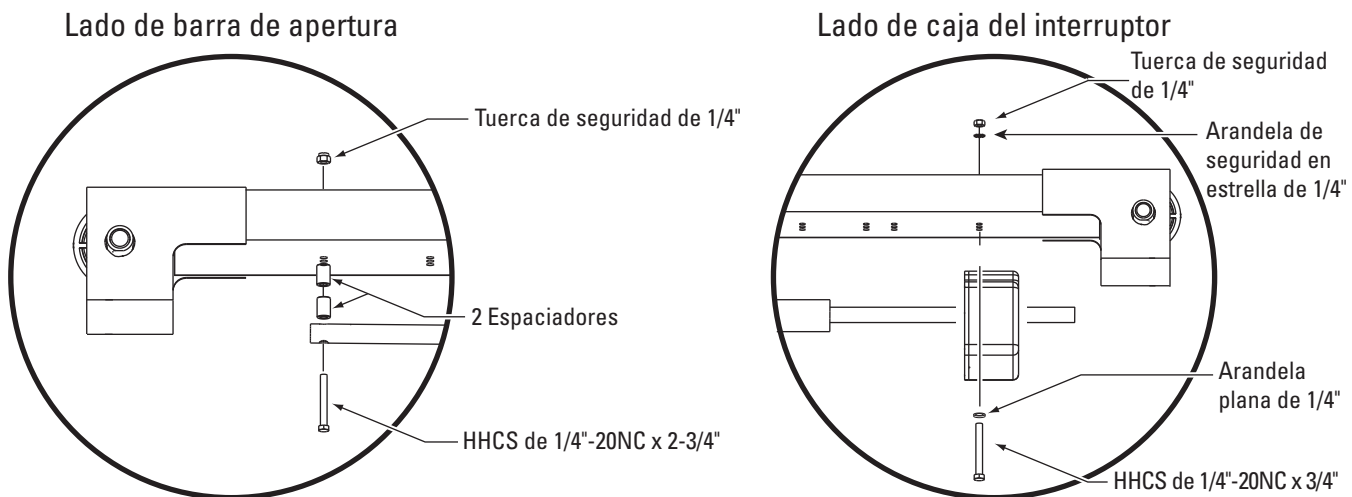

Fig. 6
**IMPORTANTE:** Todas las rondanas de estrella deben de montarse en la columna del lado derecho para asegurar la conexión a tierra del interruptor del límite superior. No se necesitan las rondanas de estrella al montar la columna del lado izquierdo. Tenga en cuenta el montaje de la extensión de la columna, Fig. 3 así como el montaje del interruptor del límite superior en la Fig. 3 y Fig. 6.
**6. Conjunto de estructura superior:** Ajuste la altura a 126" entre la línea central de los pasadores de la polea, Fig. 6. Instale (8) HHCS con brida de 3/8"-16NC x 2-3/4" y tuercas de seguridad con brida, sin apretarlas. Deslice la caja de conmutación sobre la barra del interruptor para asegurar que los orificios de bloqueo apunten hacia la columna con la unidad de potencia. Utilice (2) tornillos HHCS de 1/4"-20NC x 3/4" de longitud, (2) arandelas planas y (2) arandelas y tuercas estrella de 1/4" para montar la caja de interruptores en la parte superior, Fig. 7a y Fig. 7b.
**7. Para una sola fase con caja de control con pulsador:** Inserte (2) HHCS de 1/4"-20NC x 2-3/4" a través del orificio pivote al final de la barra del interruptor. Inserte el lado opuesto de la barra a través de la ranura en el soporte de montaje del interruptor. A continuación, añada espaciadores entre la barra del interruptor de límite y la parte superior, Fig. 6, utilizando (2) espaciadores y una tuerca de seguridad 1/4"-20NC. Apriete el tornillo Hexagonal dejando un espacio de 1/16" entre el espaciador y el ensamblaje superior.